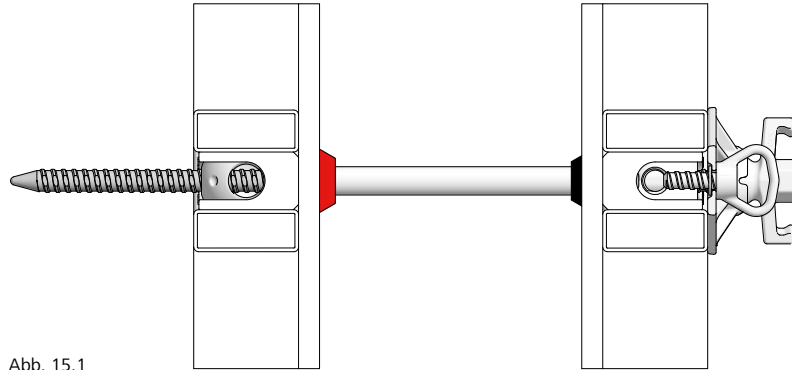

Abb. 15.1
- Einseitige Ankerung mit XT-Anker DW 20 und Rillenrohr (Abb. 15.1)